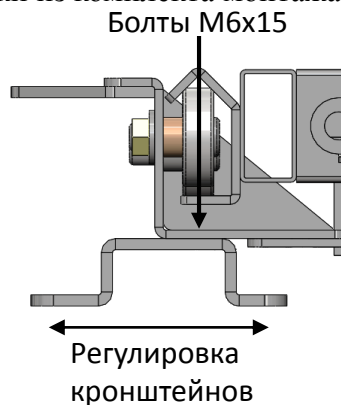

Рис.1
6. Задвинуть платформу по направляющим как показано на рисунке 3. Убедиться в том, что платформа свободно катается по направляющим. При необходимости выровнять положение платформы относительно бортов и отрегулировать положение кронштейнов (рис.1) и затянуть болты, постепенно выдвигая платформу.